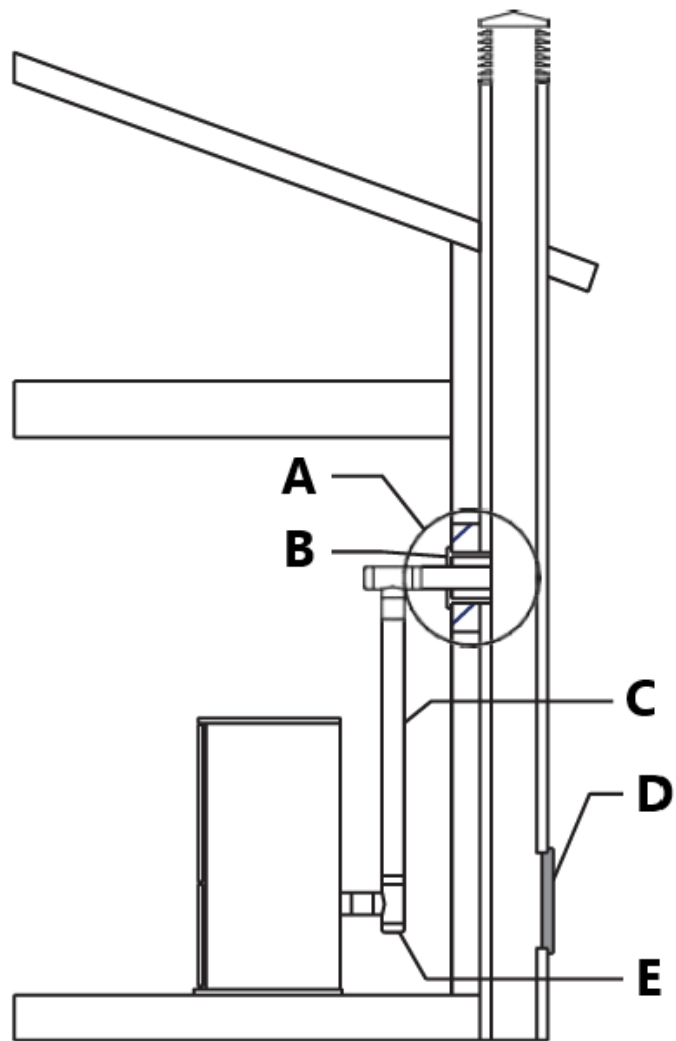

fig. 12
- Hvis du ønsker at bruge en eksisterende skorsten, anbefales det kraftigt, at du får den kontrolleret af en professionel skorstensfejer for at sikre, at den er helt lufttæt (fig. 12). Årsagen til dette er, at røgen, fordi den er under let tryk, kan infiltrere eventuelle revner i skorstenen og slippe ud i beboelsesrum. Hvis du ved inspektion finder ud af, at skorstenen ikke er helt i orden, kan det være nødvendigt at genforbinde skorstenen med enten PL-ventil eller enkeltvægget rustfrit stålør for at bringe skorstenen i overensstemmelse. Hvis den eksisterende skorsten er bred nok, anbefaler vi et rør med en maksimal diameter på 15 cm (6").